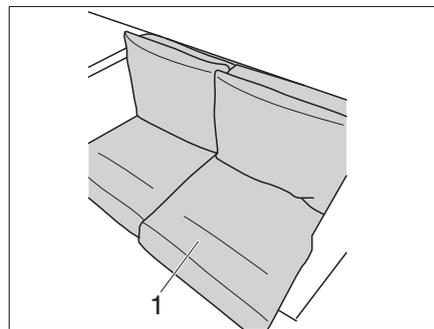

Fig. 210 Posizionare il cuscino
Sul retro, il cuscino del sedile (Fig. 210,1) ha un rinforzo in plastica.
- Posizionare il cuscino del sedile (Fig. 210,1) con il rinforzo sul lato destro.